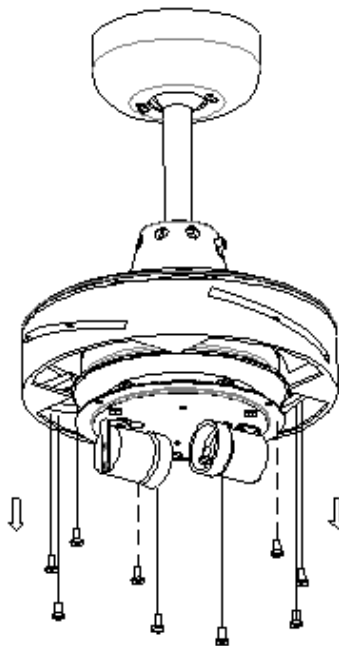

Fig.5
3. Avant d'installer les pales, veuillez retirer les vis pré-installées dans le moteur (Fig.5).